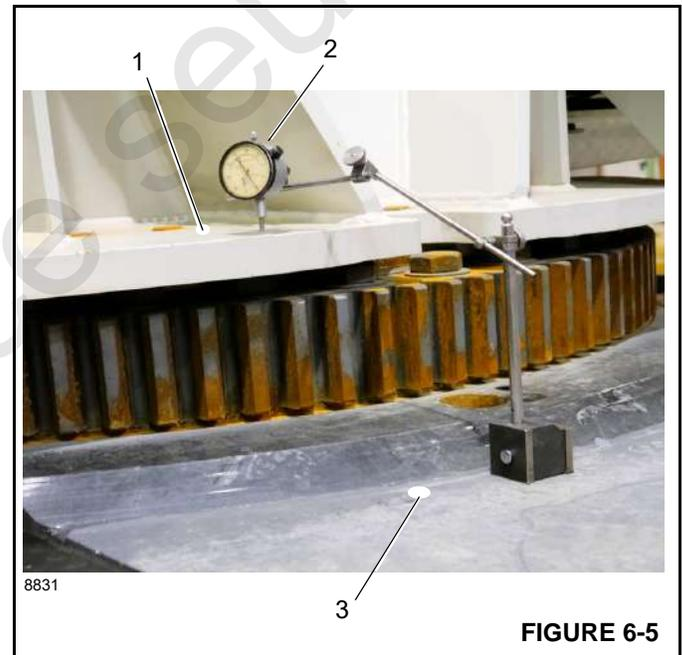

FIGURE 6-5
2. Placer un comparateur à cadran (2, Figure 6-5) à l'opposé de la flèche sur le châssis du caisson de torsion (3).
3. Placer le cadran sur le dessus de la plaque d'appui de tourelle (1, Figure 6-5).